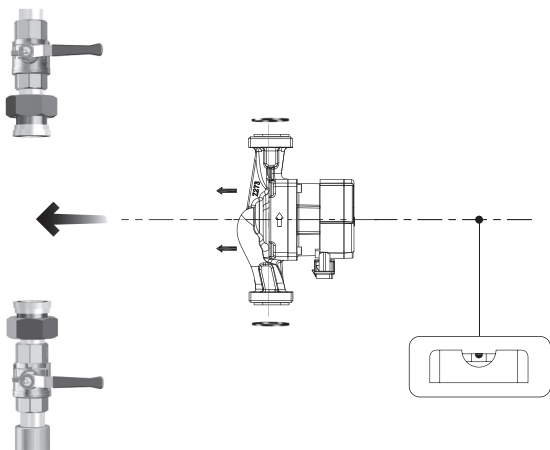

Рис. 3 Монтаж насоса
2. Перед тем, как насос будет смонтирован в трубопроводе, установите две прокладки, поставляемые с насосом (см. рис. 3). Установите насос так, чтобы положение вала